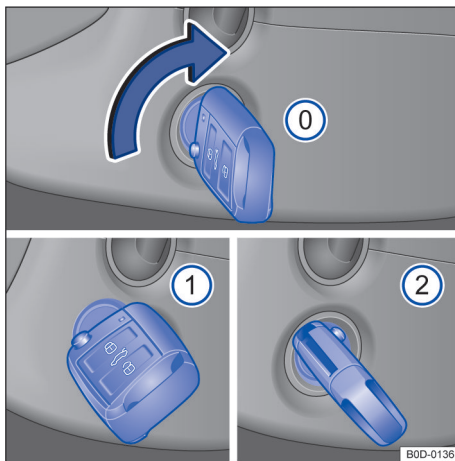

图 85 方向盘右侧：车辆钥匙在点火开关中的位置
车辆钥匙位置 → 图 85
- **装备点火开关的车型：**将车辆钥匙转动至位置 → 图 85 ①。打开点火开关。
- **装备点火开关的车型：**在点火开关中将车辆钥匙转动至位置 → 图 85 ②，但不要加油。
如发动机未启动，则严禁在挂入挡位且车辆钥匙位于点火开关的位置 → 图 85 ② 的情况下，将启动机用于行驶或牵引启动，如当燃油箱无燃油时。否则可能损坏启动机。
- **装备点火开关的车辆：**将点火开关中的车辆钥匙转动至位置 → 图 85 .